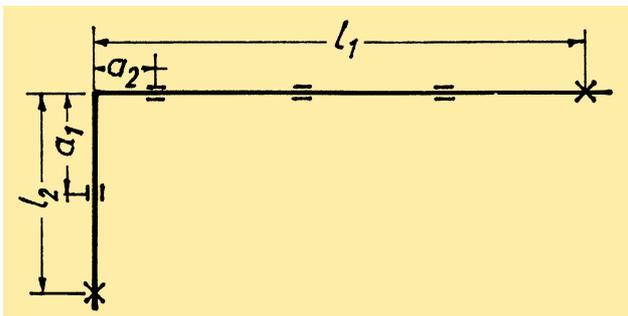
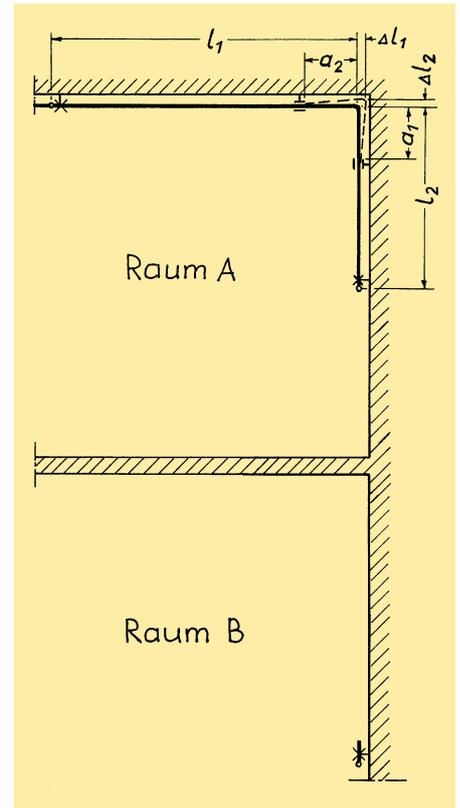

Bild 1: Rohrleitung, befestigt mit Festschellen (x) und Gleitschellen (=).
Bild 2
Das Bild 1 zeigt als Beispiel eine Rohrleitung, bestehend aus den Teilstrecken l_1 und l_2 , mit den dazugehörigen Biegeschenkeln a_1 und a_2 , befestigt mit Festschellen (x) und Gleitschellen (=). Kommen wir zu einem konkreten Beispiel: Bild 2 zeigt in dem Raum A von einem hinter einer Fußleiste (= Sockelleiste) verlegten Leitungsabschnitt der Übersichtlichkeit halber nur die Vorlaufleitung. An den mit einem Kreis (o) bezeichneten Stellen befinden sich die Anschlüsse für reitend anzuhängende Raumheizkörper (HK). Angenommen wird Kupferrohr DN 18 mit den Längen $l_1 = 2,7$ m und $l_2 = 2,2$ m. Die Rohrverlegetemperatur ϑ_1 beträgt 10°C , die Vorlaufhöchsttemperatur $\vartheta_2 = 80^\circ\text{C}$. Die Festpunk-
Wie würden Sie vorgehen, wenn Sie einen Heizkörper in Raum B (Bild 2) an der gekennzeichneten Stelle (o) anzuschließen hätten (Dehnungsaufnahme mit natürlichen Dehnschenkeln).